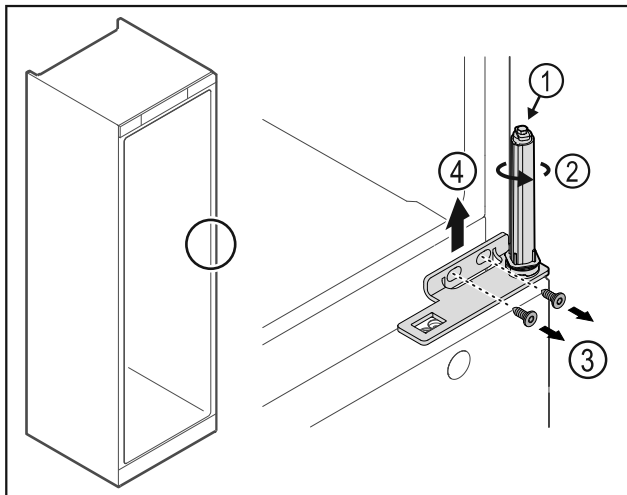

Fig. 26
- ▶ Deursluitstelsel niet uit elkaar halen Fig. 26 (1).
- ▶ Sluitsysteem Fig. 26 (2) draaien tot het klikt.
- ▶ Schroeven Fig. 26 (3) losmaken, scharnierhoek naar boven toe verwijderen Fig. 26 (4).